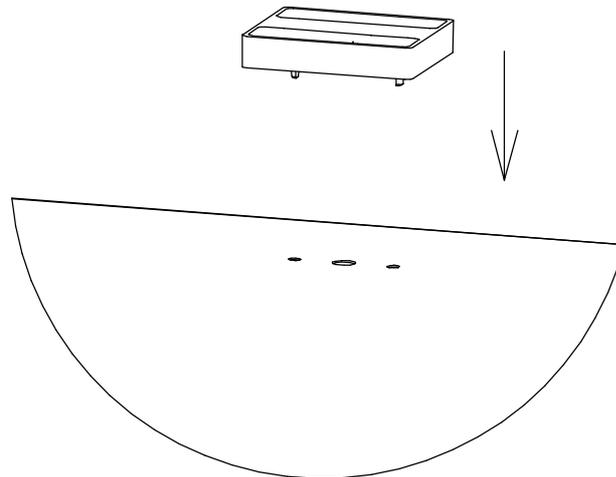

Рисунок 3 - Схема установки проставки пластиковой.
3) Установите проставки пластиковые поз.4 в отверстия возле крепежных мест (см. рисунок 3).